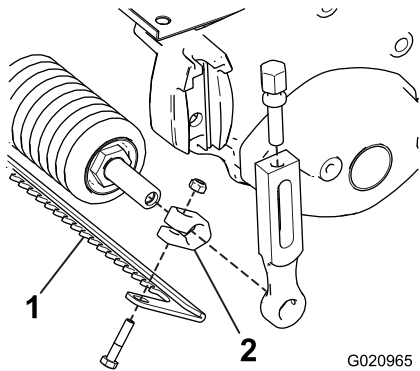

Figura 2
5. Introduzca una abrazadera sobre cada extremo del eje del rodillo (Figura 2).
8. Posicione el rascador entre el rodillo delantero y la unidad de corte, según se muestra en Figura 2.
9. Sujete el rascador provisionalmente a cada abrazadera con un perno y una tuerca (Figura 2). No apriete.